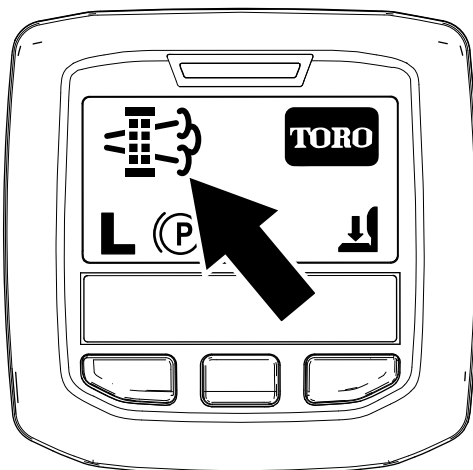

Bild 49
- Wenn der Motorcomputer eine geparkte Regenerierung oder eine Wiederherstellung-Regenerierung anfordert, wird das Symbol für die Anforderung einer Regenerierung (Bild 49) im InfoCenter angezeigt.